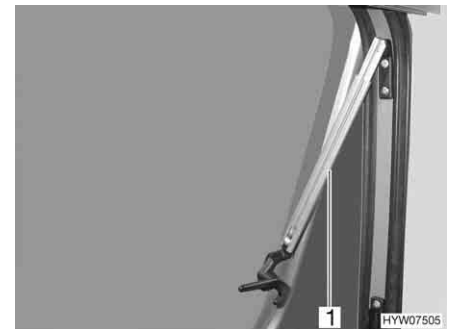

Fig. 79 Fenêtre projetante avec bras automatiques, ouverte
- Ouvrir la fenêtre projetante jusqu'au cran d'arrêt souhaité. Le bras automatique (Fig. 79,1) s'enclenche automatiquement.